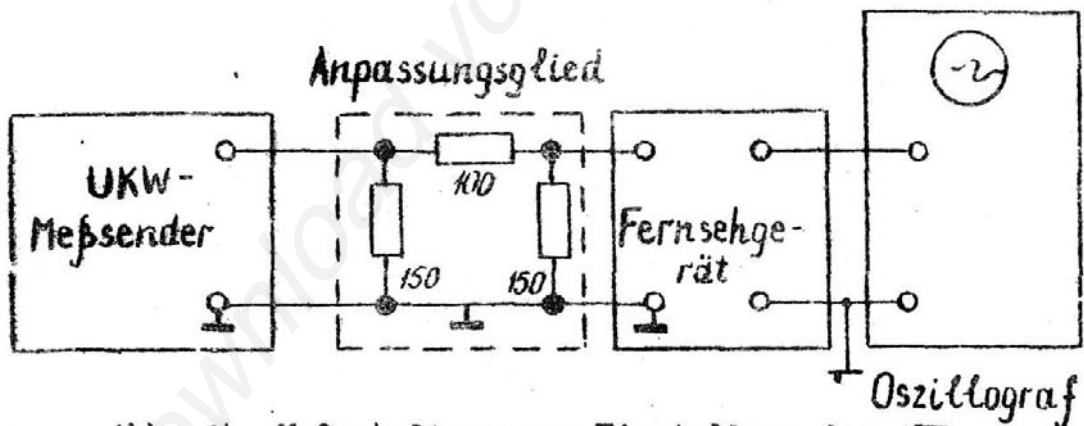

Abb. 14. Meßschaltung zur Einstellung der AVR
a) Meßschaltung nach Abb. 14 aufbauen;